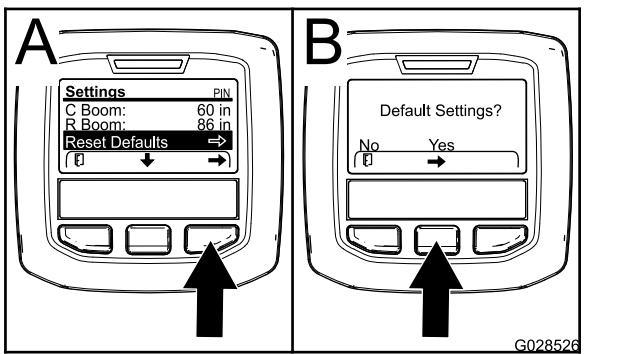

Figure 65
1. Appuyez sur le bouton de sélection central pour naviguer jusqu'à l'option Restauration des paramètres par défaut (Figure 65).
3. Dans l'écran Paramètres par défaut, appuyez sur le bouton de sélection gauche pour Non ou sur le bouton droit pour Oui (Figure 65).